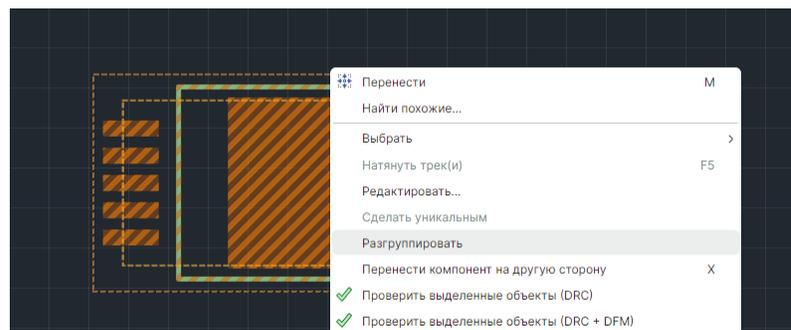

Рис. 177 Создание разгруппированного посадочного места
2. В контекстном меню выберите команду «Разгруппировать», см. Рис. 177.